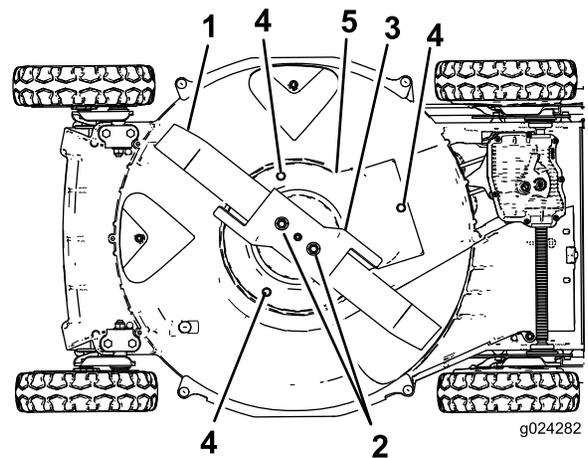

Bild 32
6. Entfernen Sie die zwei Messermuttern, das Gaspedal und das Messer (Bild 32).
7. Entfernen Sie die Schrauben, mit der das Schutzblech der Messerbremse am Mähergehäuse befestigt ist (Bild 32).